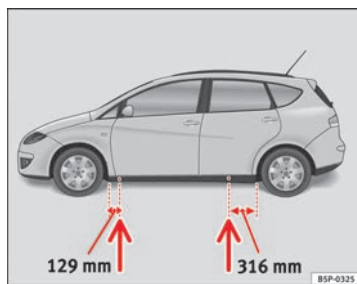

Fig. 180 Puntos de apoyo del gato
- Busque en el larguero inferior del vehículo el punto de apoyo mas cercano a la rueda pinchada ⇒ fig. 180.
En el larguero inferior van marcados los lugares en los que se puede apoyar el gato ⇒ fig. 180. Se ha previsto un lugar para cada rueda. El gato no debe colocarse en otros lugares.